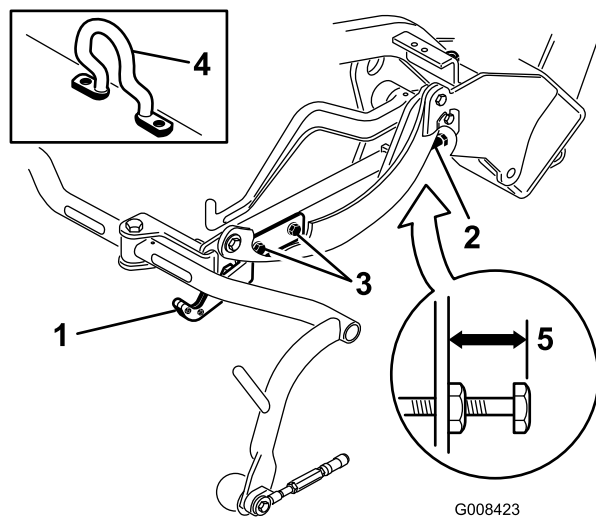
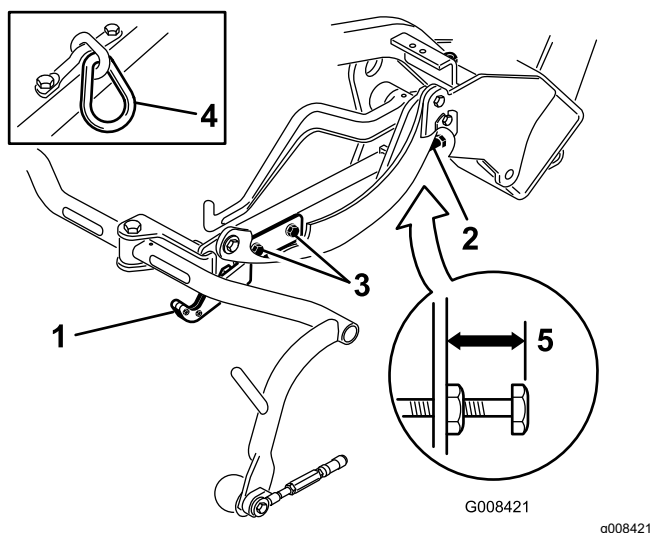
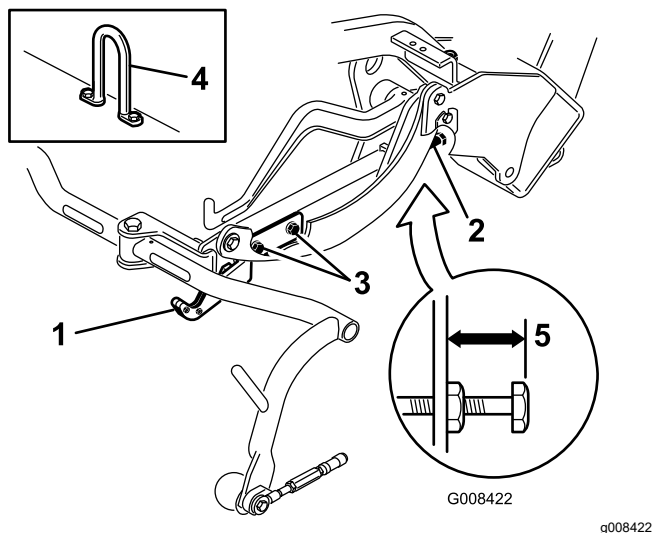

図 11
図 12
図 13
移動走行時の高さを調べ 図 12 と 図 13、必要に応じて調整する。
2. オフセット吊り下げフック 図 11、挿入図のついていないカッティングユニットでは、キャリアフレーム調整ねじの上端からキャリアフレームの背面までの距離が 25 mm になっていることを確認する。距離が 25 mm でない場合には手順 4 へ進む。
3. チェーンリンクまたはストレートリフトフック 図 12 と 図 13、挿入図のついていないカッティングユニットでは、キャリアフレーム調整ねじの上端からキャリアフレームの背面までの距離が 22 mm になっていることを確認する。距離が 22 mm でない場合には手順 4 へ進む。オフセットリフトリンク 図 11 のついていないカッティングユニットの場合は、次のステップに進む。
4. 移動走行プレート取り付けねじをゆるめる図 12 と図 13 と図 11。
7. キャリアフレームの高さが同じでない場合には、キャリアフレーム調整ねじについているジャムナットをゆるめる図 11と図 12と図 13。高くするにはねじを外方向にまわし、低くするには内方向にまわす。調整ができればジャムナットを締めて調整を固定する。